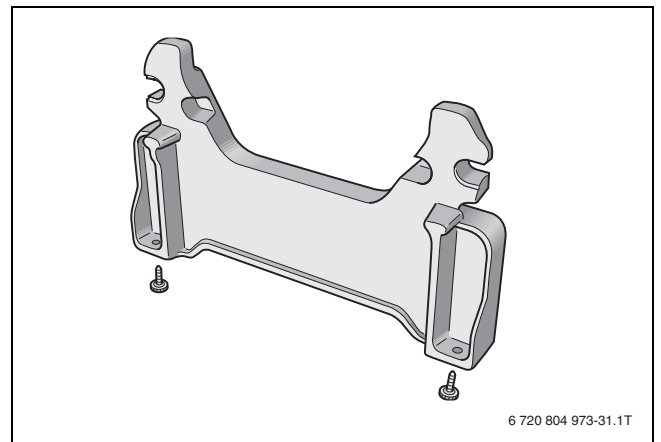

Bild 13 Stellfüße am Sockel montieren (Höhe 140 mm)
- ▶ Kessel mit Hilfe eines Transportmittels kippen (→ Bild 13, Seite 13).